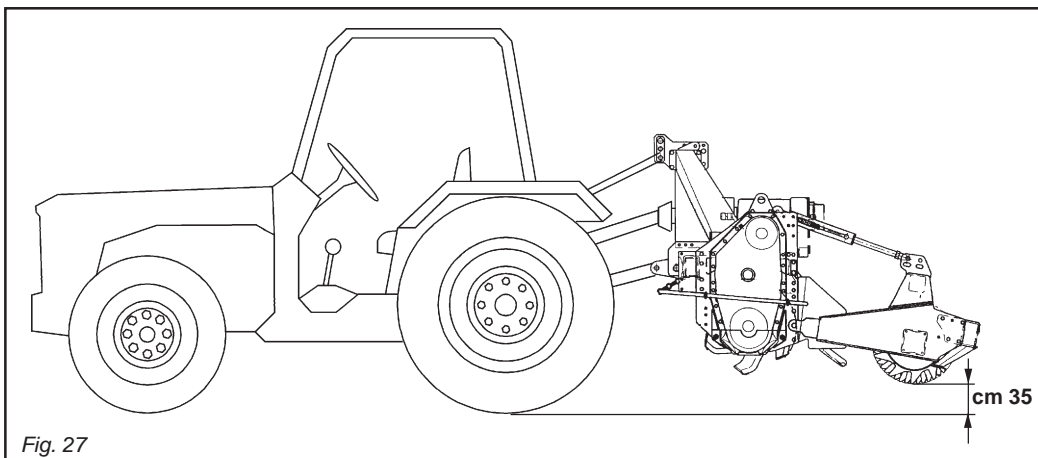

Fig. 27
Sollevarla sempre per i cambiamenti di direzione e le inversioni di marcia. Durante il trasporto, od ogni qualvolta si renda necessario il sollevamento dell'attrezzatura, è opportuno che il gruppo di sollevamento del trattore venga regolato in modo che la macchina stessa non sia sollevata da terra per più di 35 cm circa (Fig. 27).
*During transport, or whenever the implement must be raised, it is advisable to adjust the lift unit of the tractor so that the implement itself is not raised more than about 35 cm from the ground (Fig. 27).*
Das Gerät zum Ändern der Richtung und zum Wenden immer ausheben. Während des Transportes, jedesmal wenn das Ausheben des Gerätes erforderlich wird, sollte der Kraftheber des Schleppers immer so eingestellt werden, daß das Gerät nicht mehr als circa 35 cm Abstand vom Boden aufweist (Abb. 27).
*Pendant le déplacement et chaque fois qu'il faut relever la houe, veillez à ce que le groupe de relevage du tracteur soit réglé de manière à la soulever au moins de 35 cm (Fig. 27).*
Durante el transporte, cada vez que se hace necesario alzar el equipo, es conveniente que el grupo de elevación del tractor se regule en modo tal que el equipo mismo no se alce desde el suelo más de 35 cm aprox. (Fig. 27). Evitar el ingreso en carreteras públicas con la máquina sucia de tierra, hierba o todo otro elemento que produzca suciedad y/o obstruya el tráfico de la carretera.